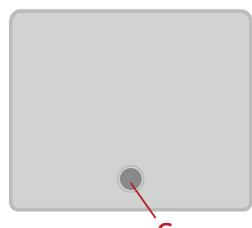

Imagen 2
- S: S button (Fig.2)
- S: Botón S (Imagen 2)